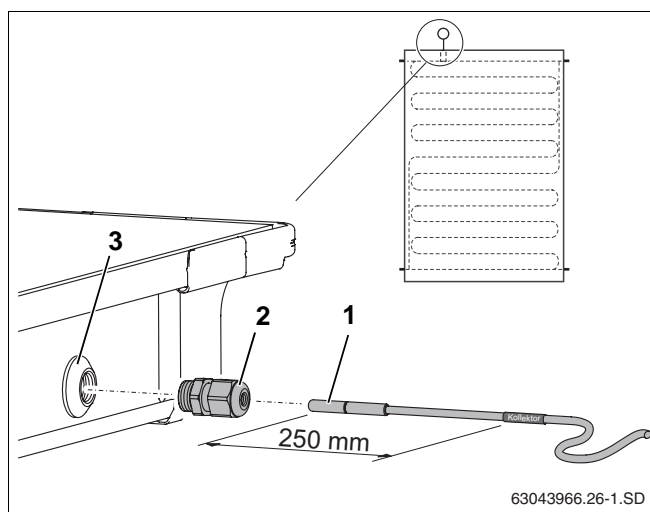

Bild 51 Skjut in temperaturgivaren i solpanelen
För att solvärmesystemet ska fungera korrekt är det nödvändigt att temperaturgivaren (bild 51, **pos. 1**) skjuts in i givarens ledningsrör ända till anslaget (motsvarar ca 250 mm).
- Stöt igenom givargenomföringens tätningsskikt med temperaturgivaren eller skruvmejseln (bild 51, **pos. 3**).
- Vrid in kabelförskruvningen (bild 51, **pos. 2**) i givargenomföringen.
- Dra åt kabelförskruvningen (bild 51, **pos. 2**), håll eventuellt emot.
Om du har stött igenom givargenomföringen (bild 51, **pos. 3**) på en felaktig solpanel ska genomföringen tätas med en plugg från byggsatsen. Först måste du med hjälp av kabelförskruvningen (bild 51, **pos. 2**) ta bort den mutter som sitter i givargenomföringen.